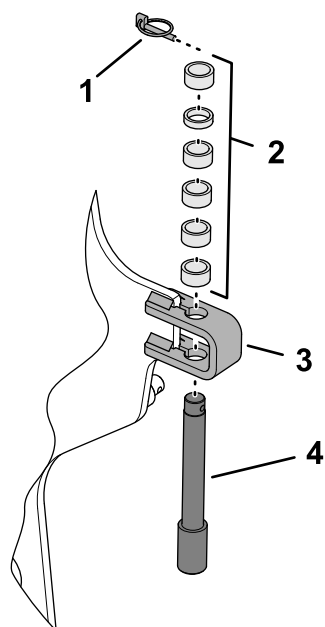

図 125
3. 深さストップピンとスペーサをストップブラケットに固定しているリンチピンを取り外す 図 125。